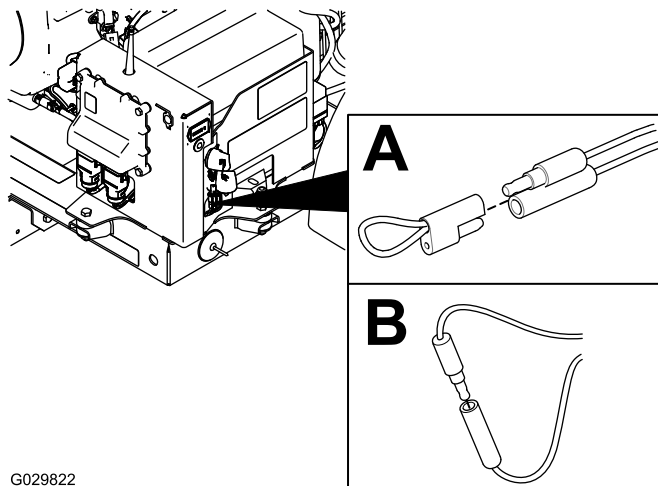

Figura 40
2. Retire el tapón de los 2 conectores de derivación diagnósticos (Figura 40, A).
3. Conecte entre sí los conectores de derivación diagnósticos (Figura 40, B).